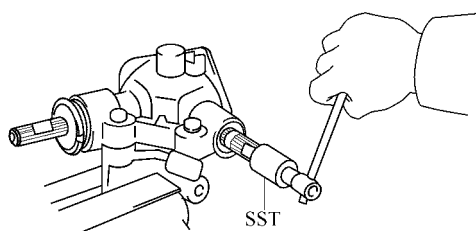

图 16-100 用专用工具向两个方向转动 2 号锥齿轮
2) 使用转向蜗杆轴承调整螺母套筒向两个方向转动 2 号锥齿轮，如图 16-100 所示。